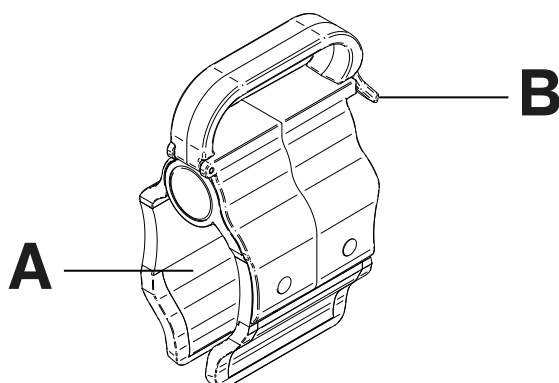

Figure 2-123 : Clip de gestion des câbles
1. Ouvrir le clip (A) (Figure 2-123 à la page 2-116).
1. Soulever la languette du clip (B) (Figure 2-123 à la page 2-116).